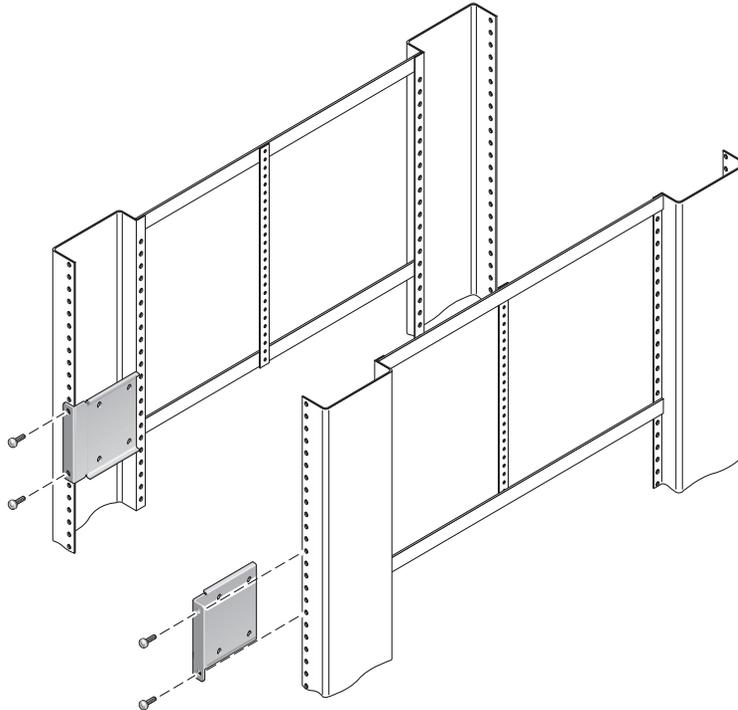

FIGURE 3-10 Fixation des supports courts à la partie avant du serveur
7. Soulevez chaque support court jusqu'à la position souhaitée à l'avant du rack et fixez-en un à chacune des structures verticales situées à l'avant du rack (voir FIGURE 3-10).